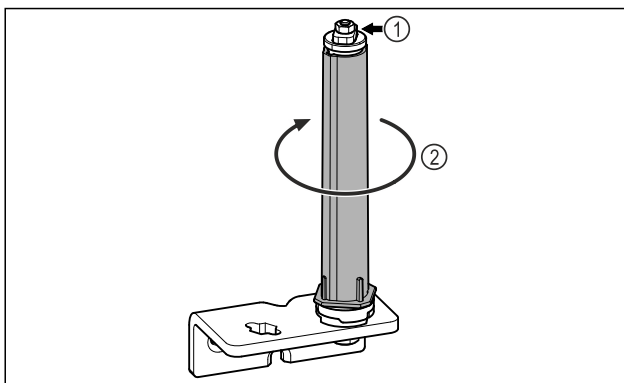

Fig. 23
- ▶ Neardykite durų uždarymo sistemos Fig. 23 (1).
- ▶ Sukite uždarymo sistemą Fig. 23 (2), kol ji užsifiksuos.